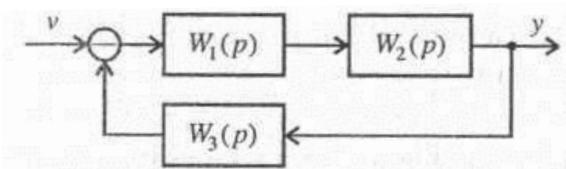

Рис. 8.12. Структурная схема системы к задаче 5
9. С помощью критерия Михайлова проверить устойчивость системы (см. рис.8.12.), если  $W_1(p) = \frac{20}{0,01p+1}$ ,  $W_2(p) = \frac{3}{0,25p^2+0,5p+1}$ ,  $W_3(p) = \frac{1}{0,2p+1}$ .
**17.** С помощью критерия Гурвица определить область допустимых значений коэффициента  $k$  для системы (см. рис.8.12), где  $W_1(p) = \frac{k}{5p+1}$ ,  $W_2(p) = \frac{10}{2p+1}$ ,  $W_3(p) = \frac{1}{0,1p+1}$ .
**19.** С помощью критерия Михайлова определить область допустимых значений коэффициента  $k$  для системы (см. рис.8.12), где
**21.** С помощью критерия Найквиста определить область допустимых значений коэффициента  $k$  для системы (см. рис.8.12), где
**23.** Методом  $D$ -разбиения определить область допустимых значений коэффициента усиления  $k$  для системы (см. рис.8.12), где